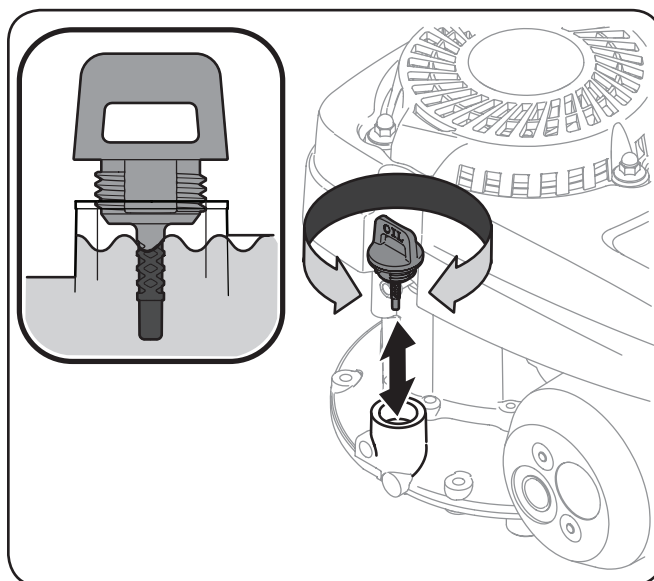

Figure 3-2
1. Enlevez le capuchon de remplissage de l'huile et essuyez la jauge à huile. Voir la Figure 3-2.
3. Enlevez le capuchon de remplissage de l'huile. Si le niveau est bas, ajoutez lentement de l'huile jusqu'au repère supérieur. Voir l'encadré de la Figure 3-2.